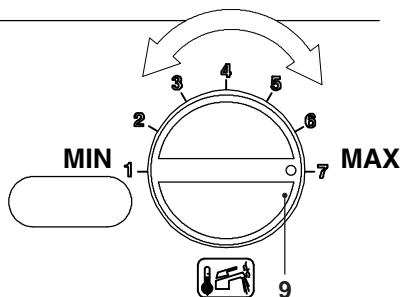

Figura 7.10
- Ruotare la manopola di temperatura sanitari 9 al massimo Figura 7.10 e verificare il valore di CO_2 .